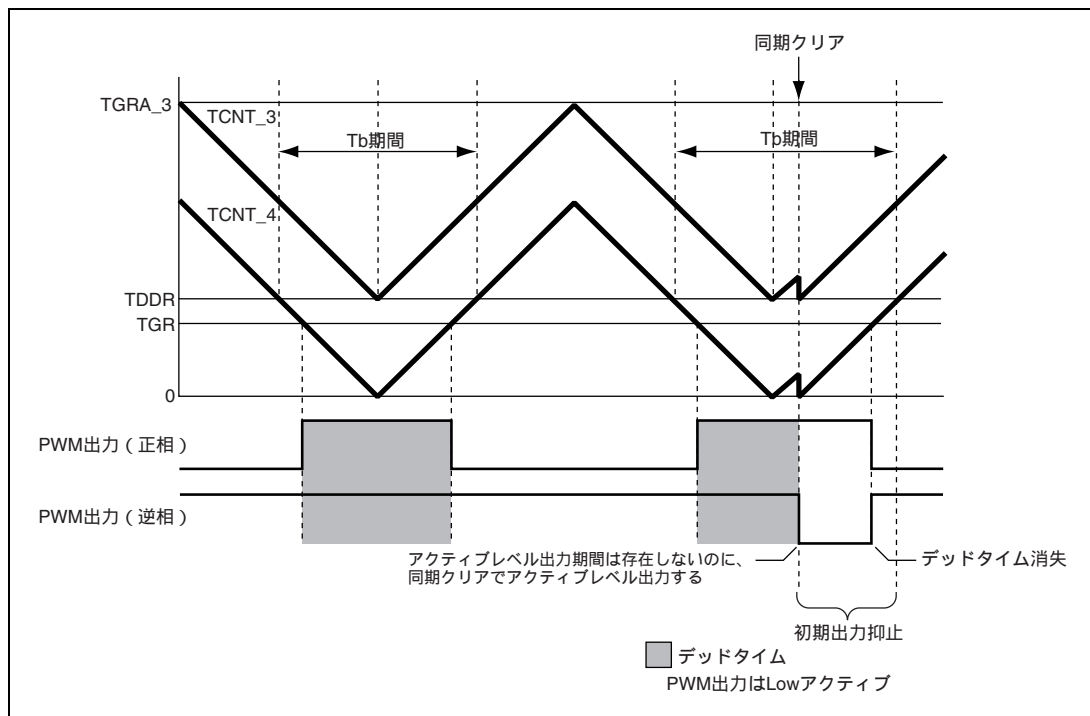

図 12.114 条件 (2) の同期クリア例
条件(2) 初期出力の抑止期間 、にて、TGRB_3 TDDR、TGRA_4 TDDR、TGRB_4 TDDR のいずれかが成立する状態で、同期クリアする(図 12.114)。